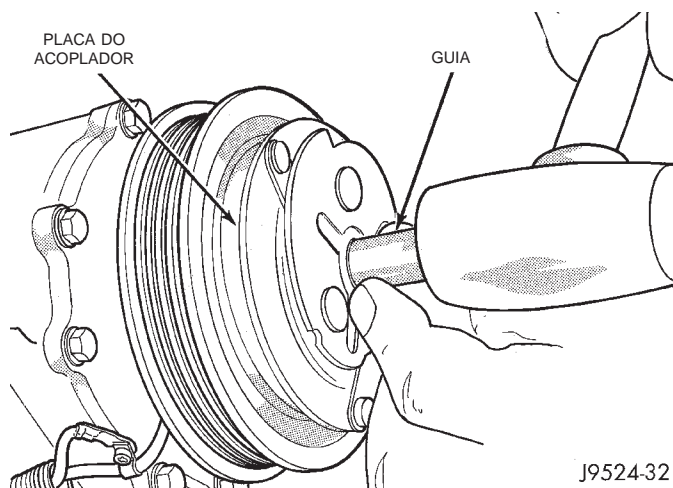

Fig. 29 Acionador da Placa do Acoplador
(6) Instale a chaveta do eixo do compressor e os calços originais do acoplador no eixo do compressor.
(7) Instale a placa do acoplador com o malho (Ferramenta Especial C-6463) (Fig. 29). Instale a porca sextavada do eixo e aperte com um torque de 14,4 N·m (10,5 pés-lb.).